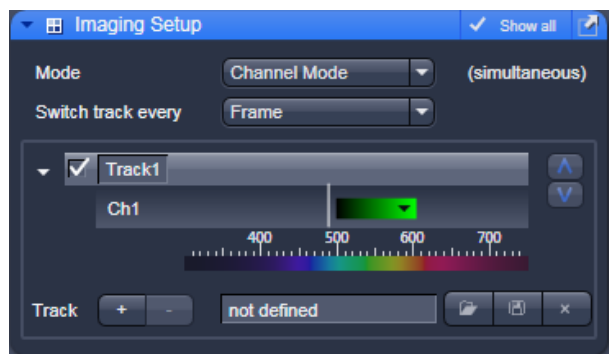

Fig. 21 Ventana Imaging Setup para una sola pista
- Seleccione **Channel Mode**, si es necesario (Fig. 21).